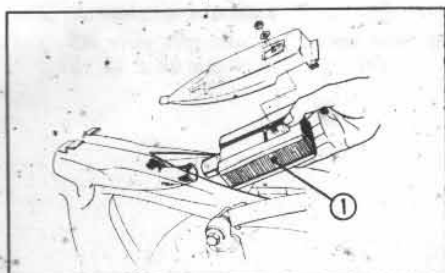

Fig. 15 CD50H
- 2) Verwijder het luchtfilterdeksel en neem het luchtfilter-element uit de houder. (Fig. 15)